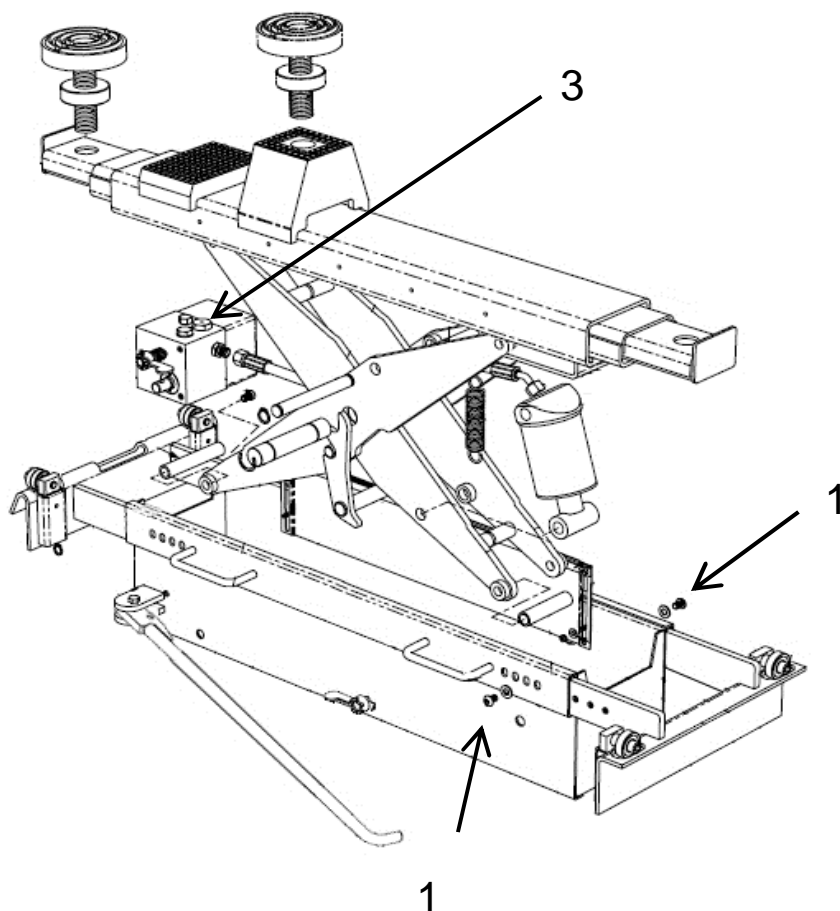

Fig 2
A. Draai de 4 borgschroeven (pos. 1, fig. 2) los met een 5 mm inbussleutel.
Indien de hefbrugkrik "elastisch" lijkt, ontluft dan door olieafdichting (pos. 3, fig. 2) los te draaien. Hef de hefbrugkrik 2-3 maal tot de maximale hoogte. Vergeet niet olieafdichting (pos. 3, fig. 2) weer aan te draaien.